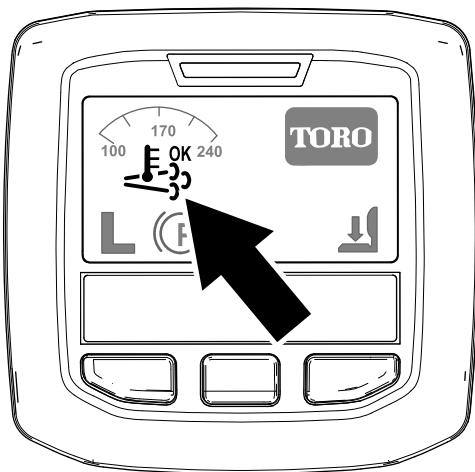

Figure 36
- L'icône de régénération assistée/réinitialisée s'affiche dans l'InfoCenter (Figure 36).